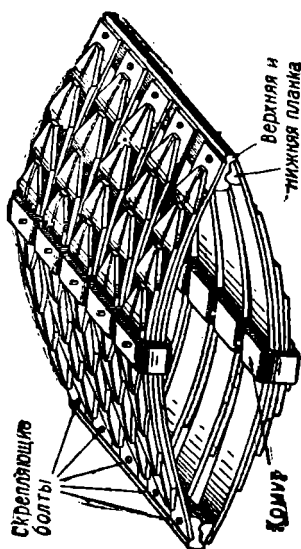

Рис. 132. Рессора Галахова.
**Пятирядная рессора Галахова** (рис. 132). Каждый ряд состоит из верхней и нижней рессоры без ушек. На концах рессор укреплены планки, имеющие желобки у верхних рессор и гребни у нижних. Планки эти проходят через весь комплект. Таким образом верхний комплект рессор накладывается на нижний и прикрепляется друг к другу болтами, проходящими через планки.